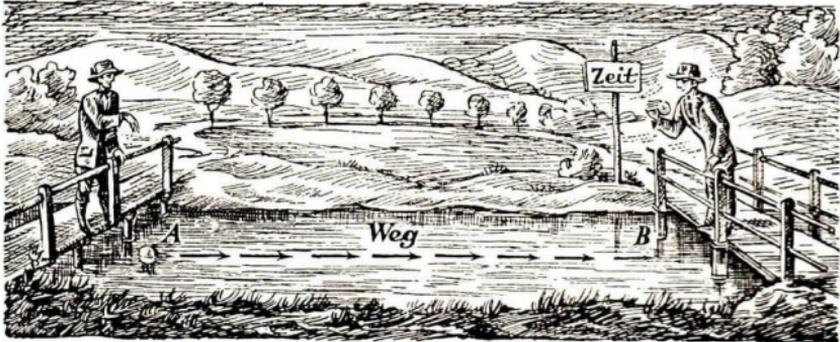

Abb. 31. Messung der Geschwindigkeit mit der Schwimmkugel
3. Berechnung. Legt ein in einen Fluß geworfenes Stück Holz einen Weg von 100 m in der Zeit von 80 sek zurück, so ist sein Weg in einer Sekunde = $100 \text{ m} : 80 \text{ sek} = 1,25 \text{ m/sek}$. (Erkläre Abb. 31!) Merke also: